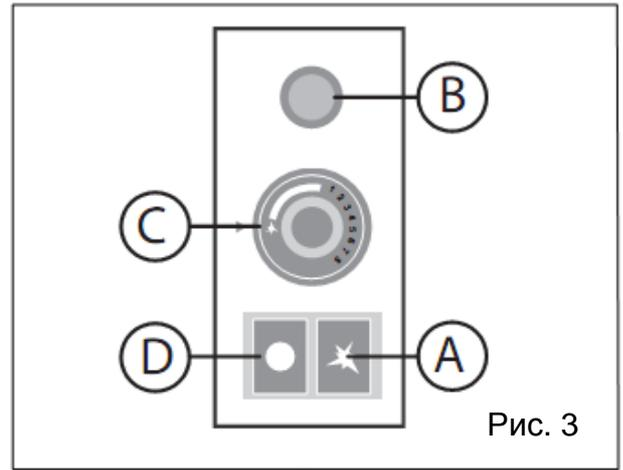

Рис. 3
- Перевести рукоятку термостата в положение розжига (см. рис. 3С)
- Следует нажать и удерживать кнопку подачи газа на запальник (см. рис. 3А) в течение 20 секунд, и одновременно нажать кнопку розжига (см. рис. 3В) несколько раз, пока запальник не воспламенится.
После розжига запальника перевести рукоятку термостата в положение, соответствующее требуемой температуре (см. рис. 3С).